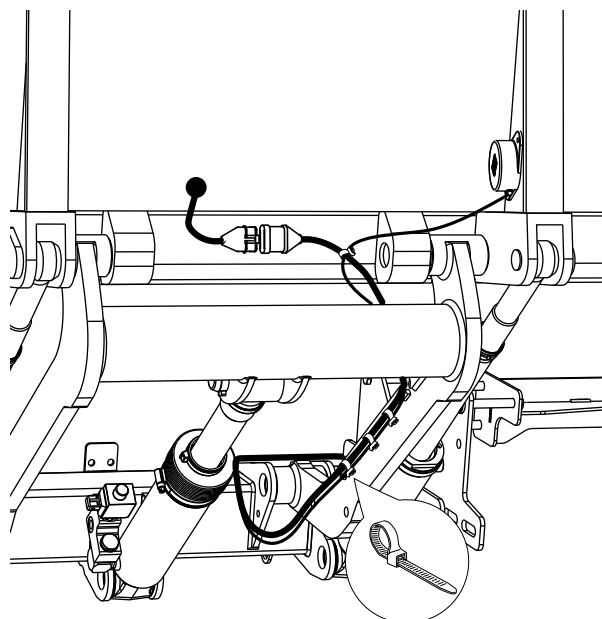

Bild 73. Montering av kablage
1. Anslut medföljande kabel till kontakten på fotmanöverdonets/varningsbelysningens kabel. Dra sedan kablarna och montera med buntband enligt Bild 73.